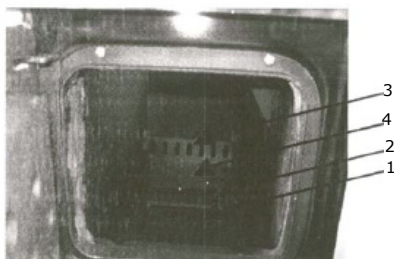

Figura 13
- Retire el perno (Figura 13, punto 4) que conecta la compuerta de aire de combustión al soporte de la rejilla (Figura 13, punto 2).
- Retire la compuerta de aire de combustión (Figura 13, punto 3).
- Empuje y levante la rejilla hacia arriba a través del cenicero y sáquela de su posición. A continuación, levante y extraiga el soporte de la rejilla (Figura 13, punto 2).